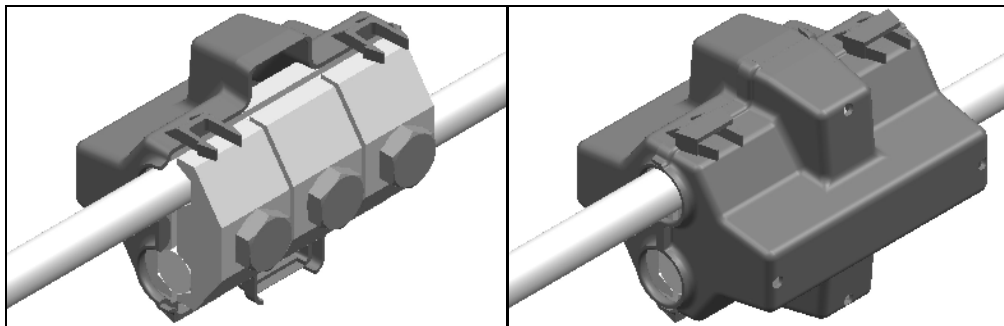

Рис. 8.
6.3.3. Одну часть футляра, внутренней стороной, приложить к зажиму так, чтобы он полностью поместился в нем, а провода расположились в специальных для этого каналах, после чего вторую часть футляра соединить с первой (Рис. 8).